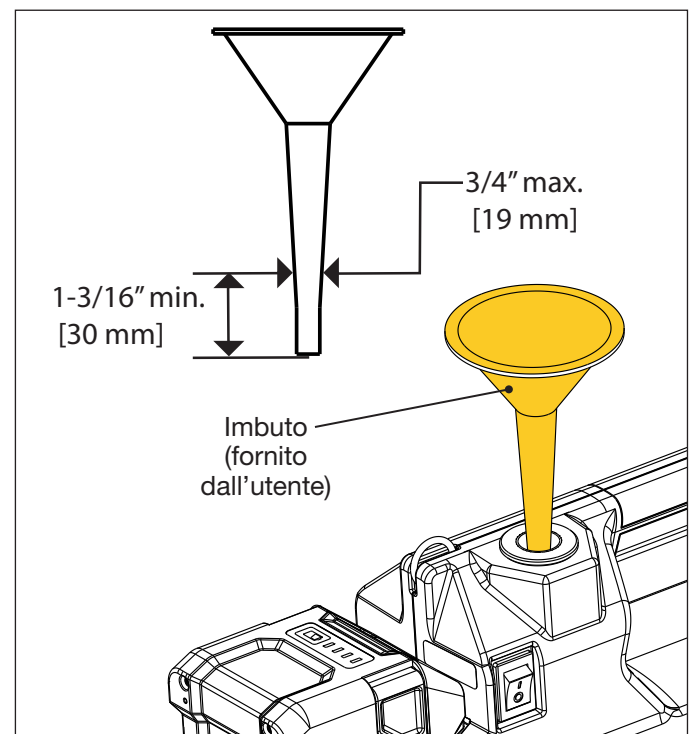

Figura 14: Aggiunta di olio tramite imbuto
6. Inserire un imbuto (diametro esterno max. del gambo pari a 19 mm (3/4") e con lunghezza di almeno 30 mm [1-3/16"] nell'apertura e nel tubo per il rifornimento dell'olio. Vedere la Figura 14.